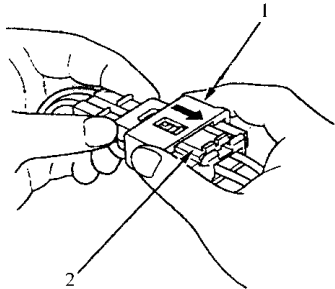

图 11-17 断开插接器
(1) 断开：要想断开插接器，如图 11-17 所示，握住对面的半边插接器，朝止动端的方向拉弹簧锁套。然后用力拉，使两边的插接器分离。要拉锁套，不要拉插接器。